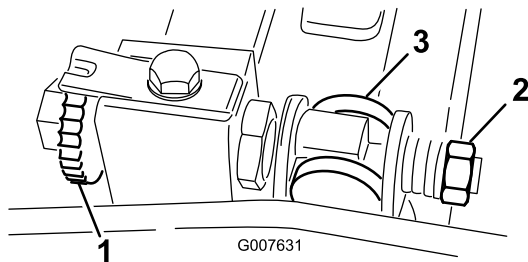

Figura 48
1. Girate in senso antiorario la vite di regolazione della barra di appoggio per allontanare la controlama dal cilindro (Figura 48).
2. Svitare il dado di tensionamento della molla finché la rondella non è più tesa contro la barra di appoggio (Figura 48).